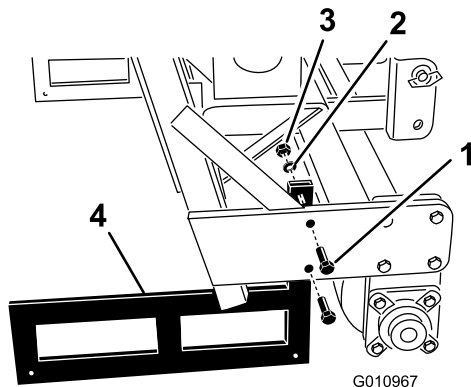

Figura 35
2. Retire los pernos, las arandelas de freno y las tuercas que sujetan los soportes de almacenamiento a cada extremo del aireador (Figura 35).